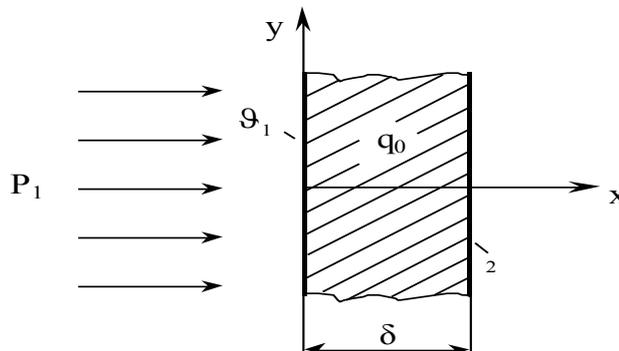

Рис. 3
1. Определить температуру плоской стенки  $\vartheta_1$  на границе с воздухом при заданных граничных условиях 1-го и 2-го рода (рис. 3)